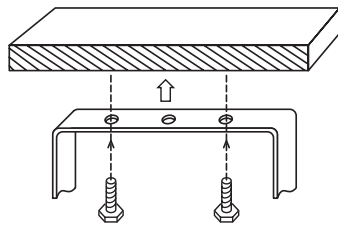

Рис. 1
- Закрепите светильник на опорной поверхности двумя винтами (рис. 1). Установочные размеры указаны в таблице.